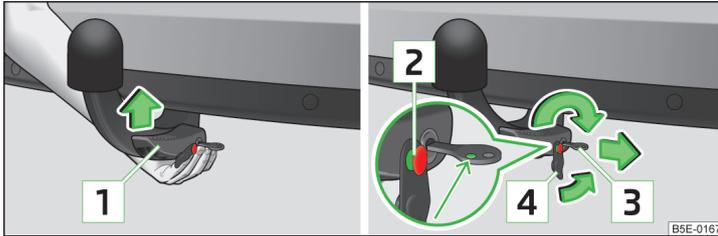

Abb. 155 Kugelstange einsetzen / Schloss verriegeln und Schlosskappe aufsetzen
- Die Kugelstange **von unten** » Abb. 155 fassen und in den Aufnahmeschacht bis zum hörbaren Einrasten einsetzen » **!**.